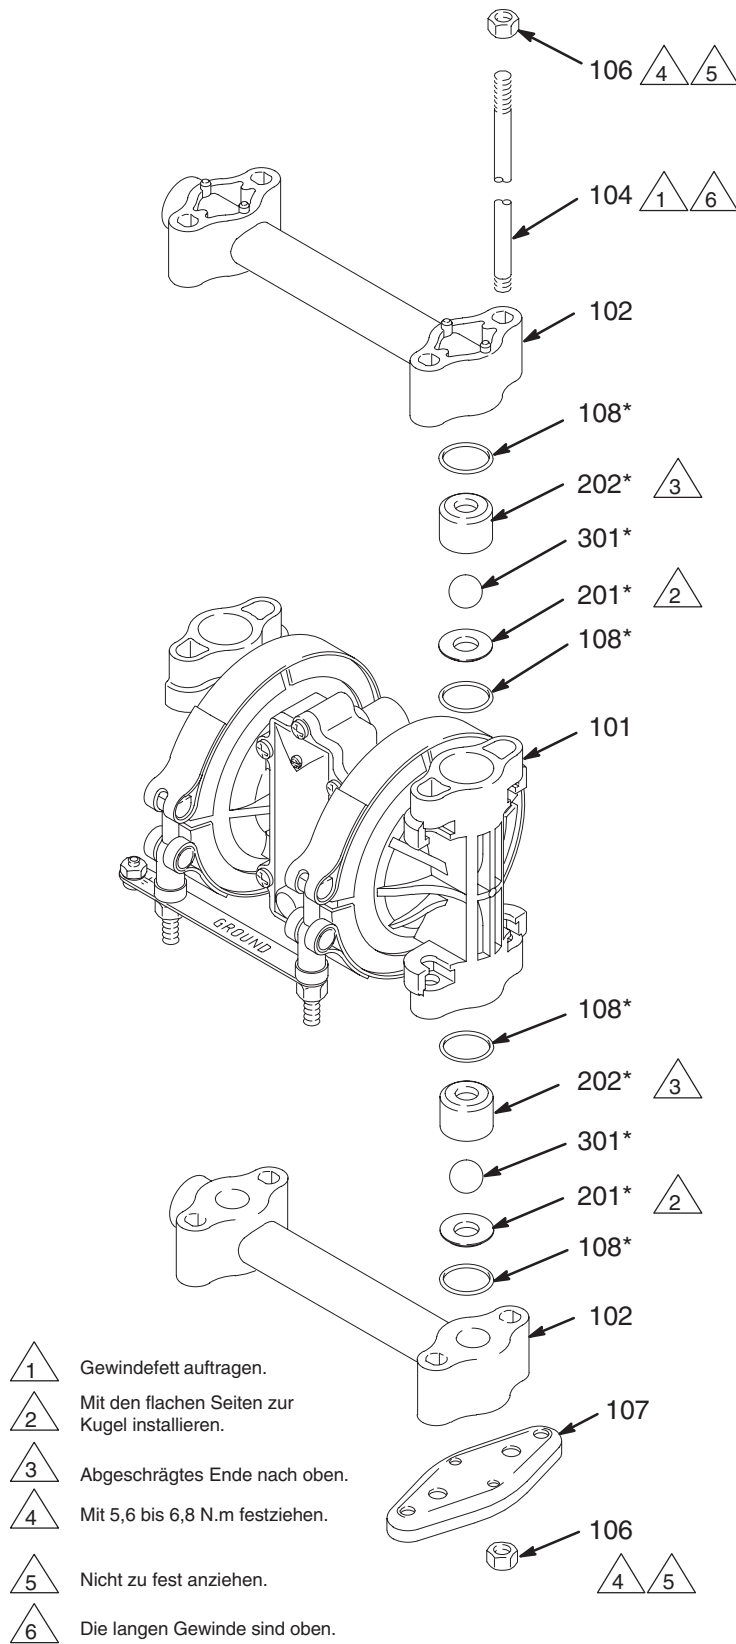

Abb. 15
2. Mit einem 13 mm Steckschlüssel die Muttern (106), mit denen der obere Verteiler (102) an den Deckeln (101) befestigt ist, entfernen. Den Verteiler von der Pumpe abheben. Siehe Abb. 15.
3. Den äußeren O-Ring (108), die Kugelführung (202), die Kugel (301), den Kugelsitz (201) und den inneren O-Ring (108) von beiden Deckeln entfernen.
4. Die Pumpe umdrehen. Die Verbindungsstangen (104) aus der Pumpe herausziehen, die vier Muttern (106) jedoch auf den Stangen lassen. Die Füße (107) und den unteren Verteiler (102) entfernen.
5. Den äußeren O-Ring (108), den Sitz (201), die Kugel (301), die Kugelführung (202) und den inneren O-Ring (108) von den Deckeln (101) entfernen.
7. Die Einlaßrückschlagventile wieder unten in die Pumpe einbauen. Dabei die Hinweise in Abb. 15 beachten. Sicherstellen, daß die Rückschlagventile **genau** wie in der Zeichnung eingebaut werden.
8. Den unteren Verteiler (102) und die Füße (107) an ihre richtige Stelle unten in der Pumpe bringen.
9. Die langen Gewinde jeder Stange (104) durch die Füße und den unteren Verteiler einführen. Die Stangen durch die Deckel (101) hindurch nach oben drücken, bis die Mutter (106) am Ende der Stangen am Fuß aufsitzt. Sicherstellen, daß die Stangen ganz hineingedrückt werden. Die Pumpe aufrecht stellen (die Stangen haben einen leichten Preßsitz und halten die Pumpenteile sicher fest).
10. Die Auslaßkugelventile wieder oben in die Pumpe einbauen und dabei alle Hinweise in Abb. 15 berücksichtigen. Sicherstellen, daß die Kugelventile **exakt** wie dargestellt zusammengebaut werden. Um Leckagen zu verhindern, mit den Fingern rund um die O-Ringe (108) streichen und prüfen, ob sie richtig sitzen.
11. Den oberen Verteiler (102) und die vier Muttern (106) einbauen. Mit 5,6 bis 6,8 Nm anziehen. **Nicht zu fest anziehen.**